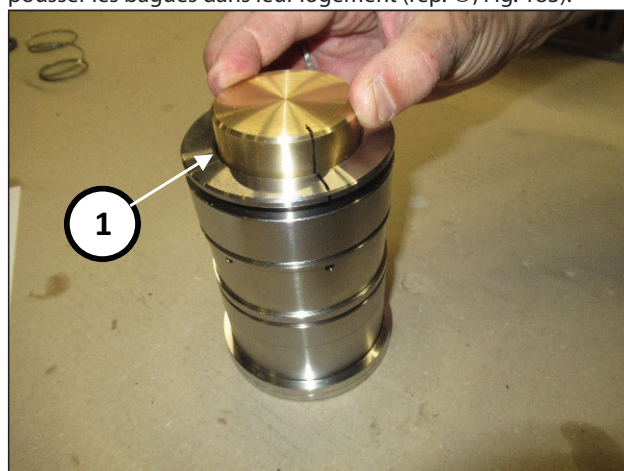

Fig. 183
Utiliser le tampon intérieur de l'outil n° 27945400 pour pousser les bagues dans leur logement (rep. ①, Fig. 183).